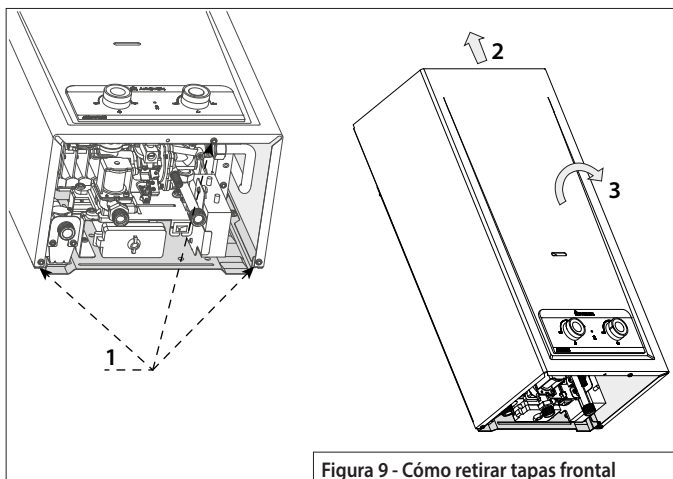

Figura 9 - Cómo retirar tapas frontal
- El tubo de escape debe fijarse en el aparato dentro del diámetro interior del collarín del tubo de escape, véase la figura 9 - Montaje del tubo de escape en el aparato.